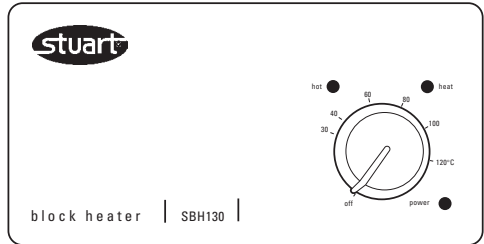

Figure 4 - commandes analogiques
2. Le voyant "power" s'allume - voir figure 4.
3. La température voulue peut être réglée à l'aide de la molette de commande portant l'indication "heat" sur le côté droit du panneau de commande - voir figure 4. Si l'on tourne cette molette dans la position portant l'indication "off", le réchauffeur s'éteint. Sinon, la graduation autour de la molette servira de guide pour la température de consigne.
4. L'instrument va alors commencer à chauffer les blocs d'aluminium à cette température, et le voyant portant l'indication "heat" sur le panneau de commande va s'allumer - voir figure 4.
5. Si la température des blocs dépasse 50°C, le voyant rouge portant l'indication commence à clignoter pour signaler que les blocs sont trop chauds au toucher - voir figure 4. Ceci va continuer même si l'on éteint le réchauffeur à l'aide de la molette du panneau de commande, aussi longtemps que l'instrument restera connecté à l'alimentation électrique et sous tension sur l'interrupteur situé à l'arrière.